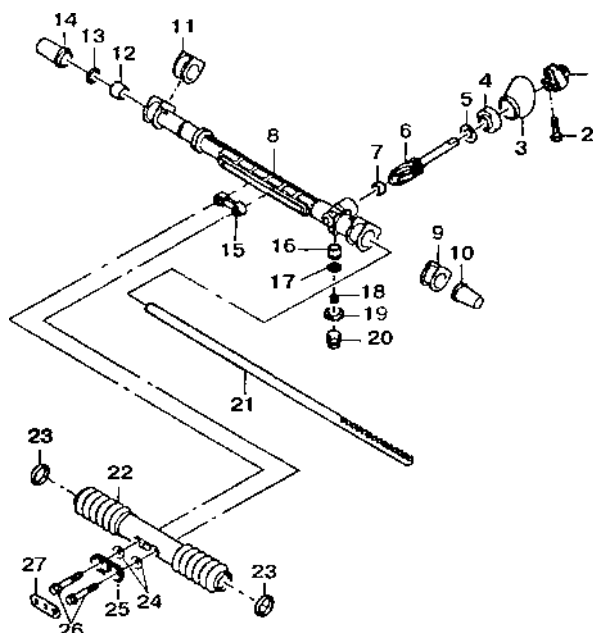

Рис. 6.9. Детали рулевой передачи рулевого управления:
- срезать хомуты **23** (рис. 6.9) крепления защитного чехла;
- снять правую опору 11 (рис. 6.9) рулевой передачи;